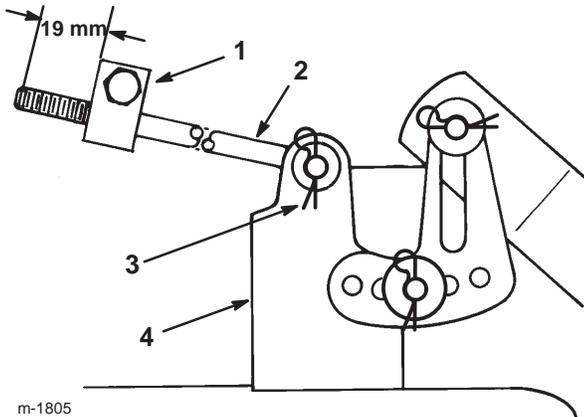

Figure 47
11. Mesurez la longueur de tige qui dépasse de l'avant du bloc de réglage sur les côtés du châssis (Fig. 47). Si la longueur n'est pas égale à 19 mm, enlevez la goupille fendue et la rondelle de l'extrémité de la tige (Fig. 47), puis vissez ou dévissez la tige jusqu'à obtention de la longueur requise (19 mm).